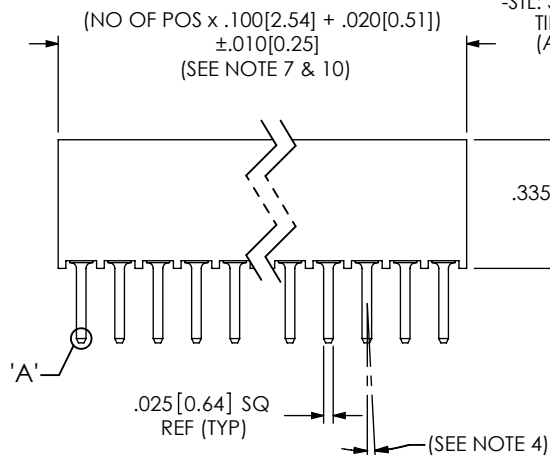
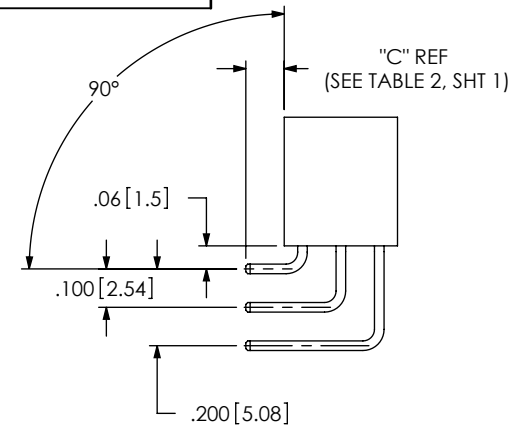

FIG 1
FIG 2
-RA: RIGHT ANGLE (SEE FIG 2, SHT 2)
OTHERWISE SAME AS FIG 1)
OTHERWISE SAME AS FIG 1, FIG 2)
OTHERWISE SAME AS FIG 2)